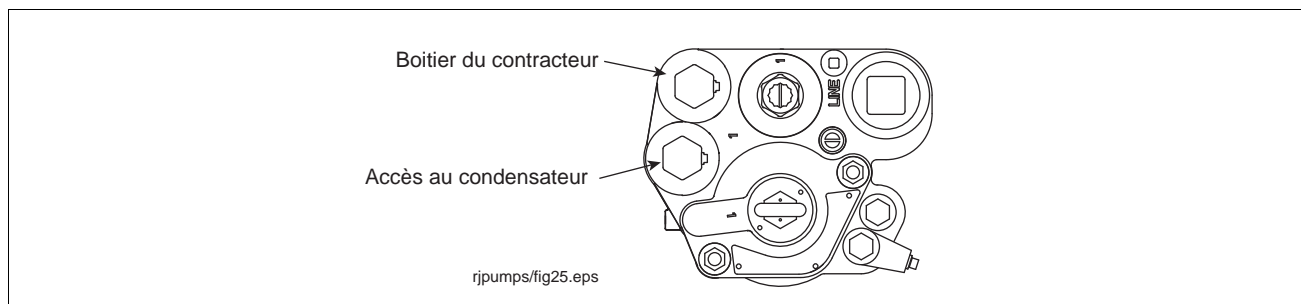

Figure 33. Positionner les compartiments du boîtier contracteur et du condensateur
1. Retirer le couvercle d'accès du Condensateur (voir Figure 33).
1. Retirer le couvercle du boîtier contracteur (Figure 33 page 38). Retirer et éliminer le joint torique du couvercle. Mettre le couvercle de côté.